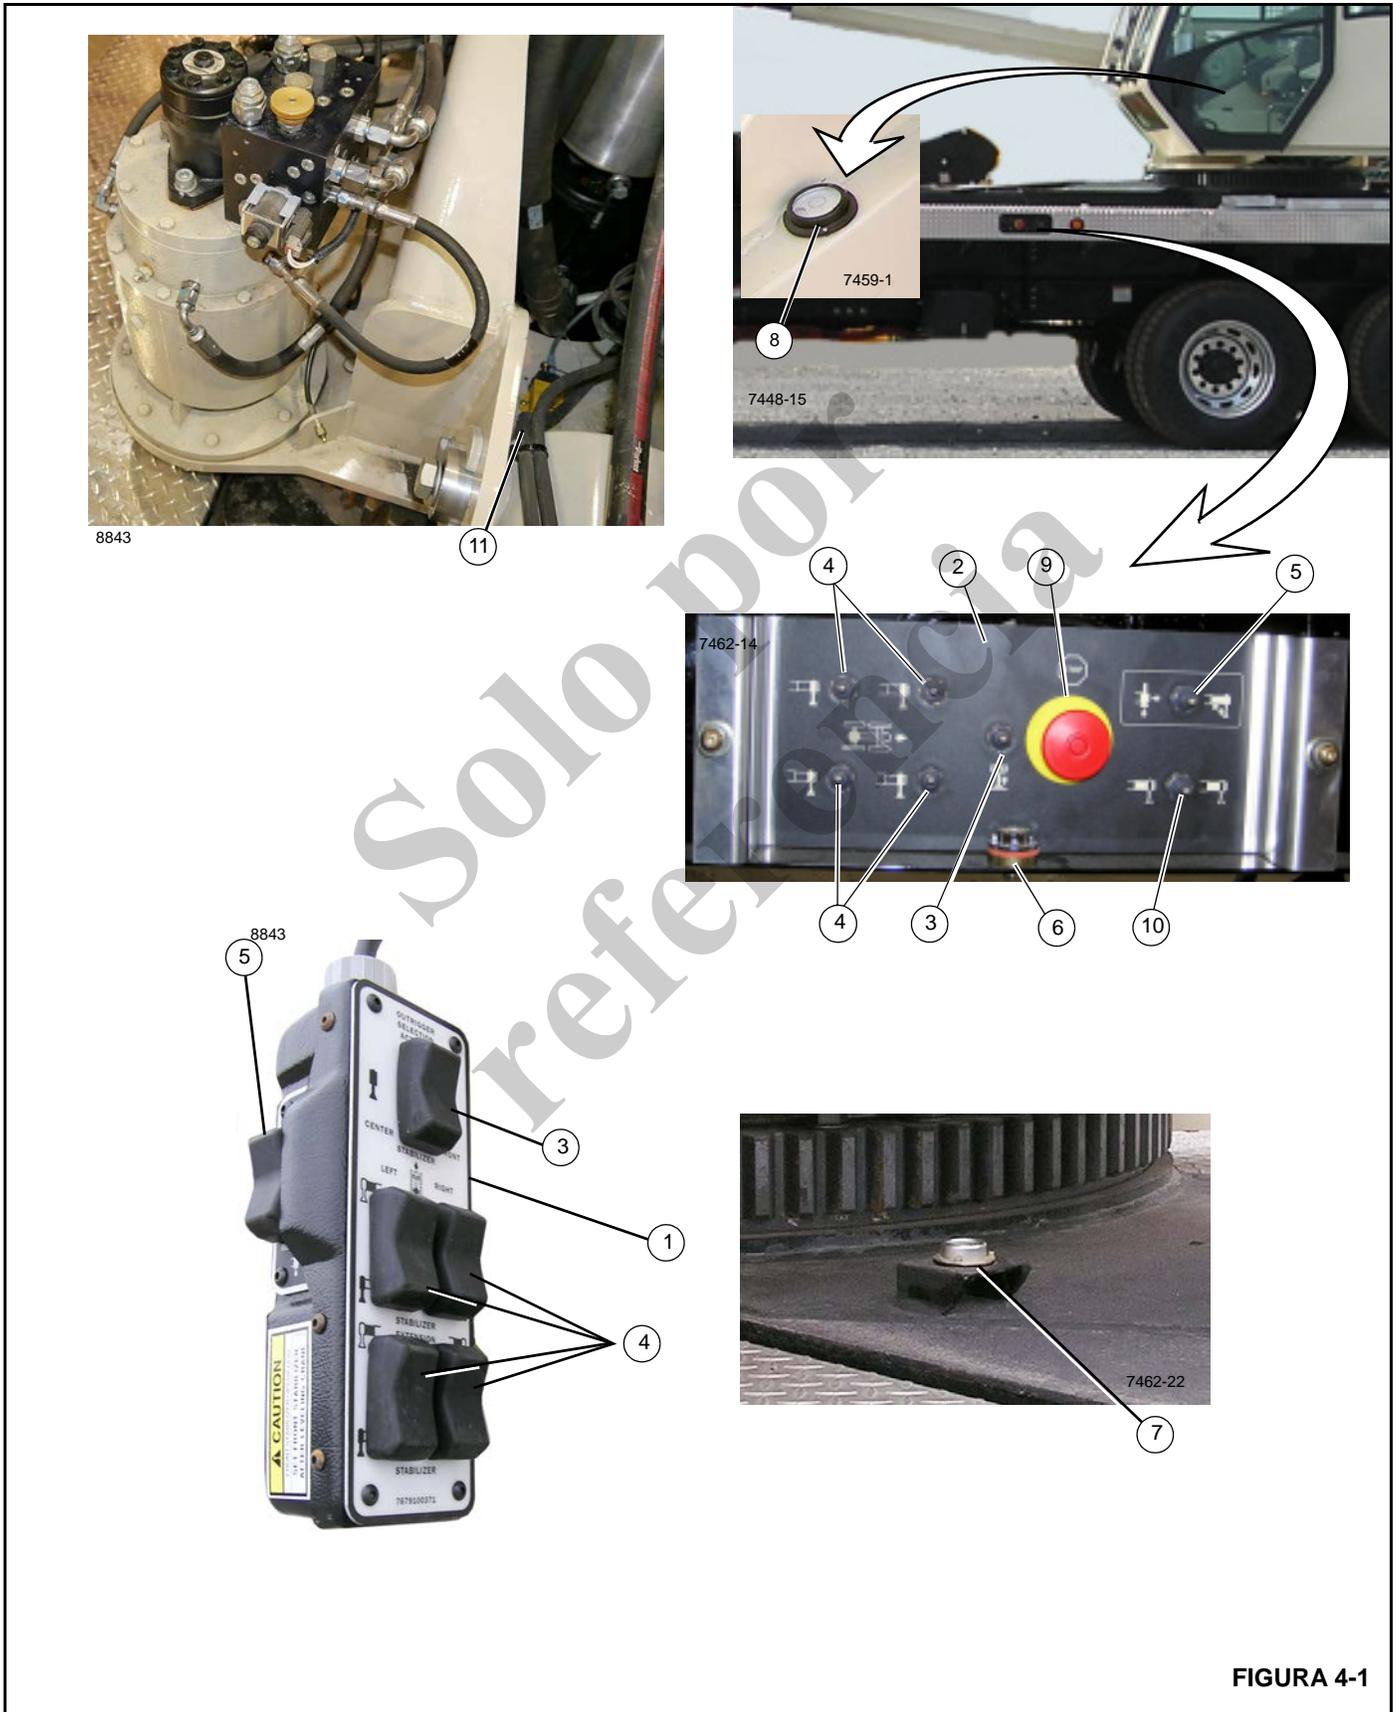
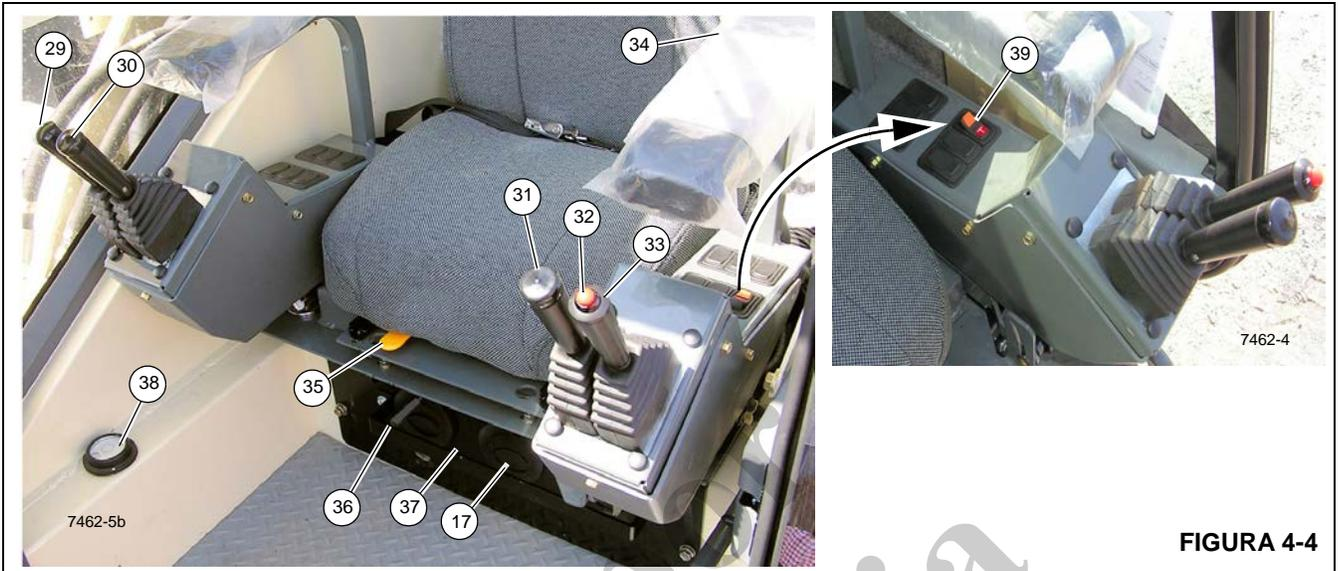
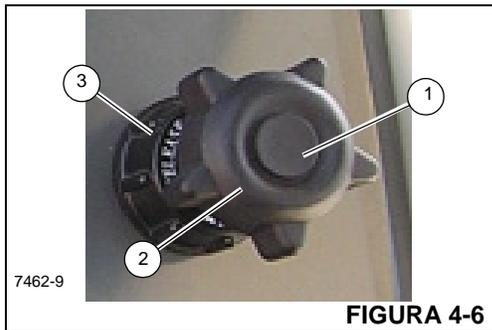

FIGURA 4-1
FIGURA 4-4
FIGURA 4-6
Los controles de estabilizadores se utilizan para emplazar los estabilizadores. Hay tres puestos de control a nivel del suelo para el funcionamiento de los estabilizadores. Uno es el control de mano de estabilizadores en la cabina (1, Figura 4-1) ubicado en los controles desde el suelo (puesto de control en cabina del operador) y dos controles de estabilizadores de puesto exterior (2) ubicados a cada lado del equipo a nivel del suelo. Cada controlador contiene controles para extender y retraer las vigas, para elevar y bajar los cilindros de estabilizadores (gatos) y para elevar y bajar el estabilizador delantero sencillo (si lo tiene). El controlador de mano de la cabina puede ser (opcional) para algunos modelos.
Los paneles de control de estabilizadores (2) están ubicados en ambos lados inferiores del equipo (Figura 4-1) y contienen controles de estabilizadores.
El interruptor de extensión/retracción (5, Figura 4-1) se usa junto con los interruptores selectores para controlar las funciones de los estabilizadores.
Los interruptores selectores de estabilizadores (4, Figura 4-1) se emplean para seleccionar el componente de estabilizador. Para extender o retraer un componente de estabilizador, primero selecciónelo con el interruptor selector y después extiéndalo o retráigalo utilizando el interruptor de extensión/retracción.
El interruptor selector de vigas de estabilizadores del puesto desde el suelo (10, Figura 4-1) se usa para accionar la viga de estabilizadores delanteros o traseros en el mismo lado del equipo donde se encuentra el control a nivel del suelo del equipo.
Hay un interruptor de parada de emergencia (9, Figura 4-1) en los paneles de control de estabilizadores a cada lado del vehículo. Oprima cualquiera de los interruptores para apagar el motor.
El interruptor del estabilizador delantero sencillo (3, Figura 4-1) se usa para bajar y elevar el estabilizador delantero sencillo. Para accionar el estabilizador delantero sencillo, oprima el interruptor del estabilizador delantero sencillo y luego oprima el interruptor de extensión/retracción.
El indicador de nivel primario (7, Figura 4-1) se encuentra adelante del cojinete de la torreta. Los indicadores de nivel secundario están ubicados en los paneles de control de los estabilizadores (6, Figura 4-1) y en la cabina de control a nivel del suelo (38, Figura 4-4).
Un sensor de nivelación electrónico se encuentra ubicado en la parte superior de la placa de cojinete de la plataforma de giro, cerca del muñón del cilindro de elevación (11, Figura 4-1), que se usa para monitorear la nivelación del sistema de estabilizadores del equipo. Si el equipo no está nivelado dentro del 1 %, la alarma de movimiento de estabilizadores sonará hasta que se corrija el nivel y las funciones de la pluma se inhabilitarán. Vea "Nivelación del equipo" en la página 2-6.
El pedal acelerador (4, Figura 4-4) se encuentra en el piso de la cabina de control a nivel del suelo y se usa para regular la velocidad del motor. Pise el pedal para acelerar el motor y suéltelo para permitir que el motor retorne a ralentí.
El acelerador de mano (11, Figura 4-3) se debe poner en la posición señalada en la Figura 4-6 para accionar correctamente el pedal acelerador.
Aumentar la velocidad del motor – Empuje sin soltar el botón central (1, Figura 4-6); tire de la perilla (2) para acelerar el motor. Al soltar el botón (1) se bloquea la perilla en su lugar y se mantiene la velocidad del motor.
El acelerador de mano se debe poner en la posición ilustrada en la Figura 4-6 para accionar correctamente el pedal acelerador (4, Figura 4-4).
La palanca de control de elevación de la pluma (29, Figura 4-4) se encuentra en el apoyabrazos derecho y se usa para elevar y bajar la pluma. Empuje la palanca hacia adelante para bajar la pluma y tire de ella hacia atrás para elevar la pluma.
La palanca de control del malacate (30, Figura 4-4) se encuentra en el apoyabrazos derecho. Si la palanca se mueve a la posición hacia adelante, permite que el cable del malacate baje la carga, y si se mueve hacia atrás, que eleve la carga.
El indicador de giro del malacate (RDI) se encuentra en la parte superior de la palanca de control del malacate (30, Figura 4-4). El indicador se controla por medio de una señal recibida de un transmisor electrónico y de un sensor instalado en el malacate. El operador detecta una señal pulsante en su dedo pulgar cuando se acciona el malacate.
Cuando *no* está equipada con el malacate auxiliar, la palanca de control telescópico de la pluma (31, Figura 4-4) está en el apoyabrazos izquierdo. Empuje la palanca hacia adelante para extender la pluma y tire de ella hacia atrás para retraer la pluma.
Cuando *está* equipada con el malacate auxiliar, la palanca de control (31, Figura 4-4) está en el apoyabrazos izquierdo. Si la palanca se mueve a la posición hacia adelante, permite que el cable del malacate baje la carga, y si se mueve hacia atrás, enrolla el cable para que eleve la carga.
El botón de bocina de advertencia (32, Figura 4-4) se ubica en la palanca de control de giro. Oprima el botón para hacer sonar la bocina y advertir al personal del movimiento inminente del equipo.